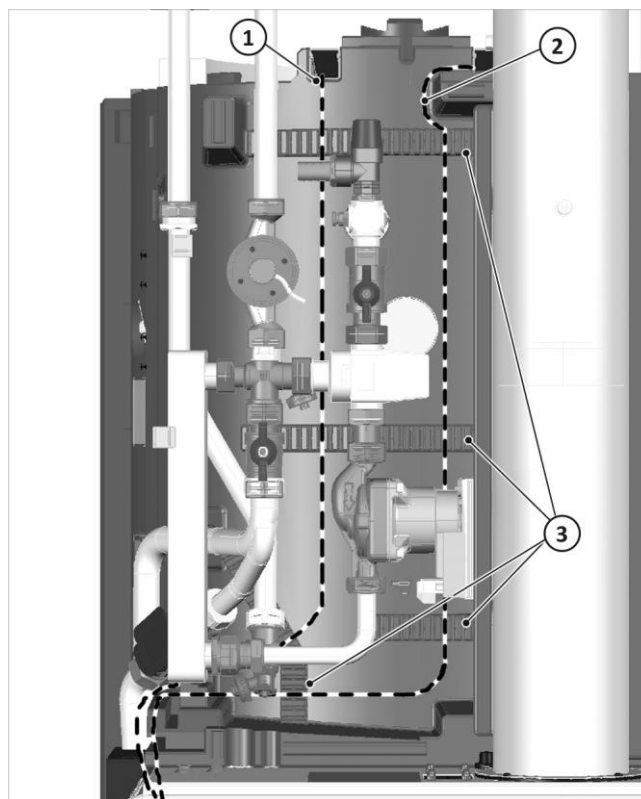

Fig. 13: Guía del cable a través del aislamiento de la estación de agua caliente sanitaria
2. Saque el cable alargador de red, al igual que el de señal y de control, a través de la zona del ACS, fíjelo y con un bucle colóquelo en la carcasa del módulo de red, véase (→ *fig. 13 [2]*).